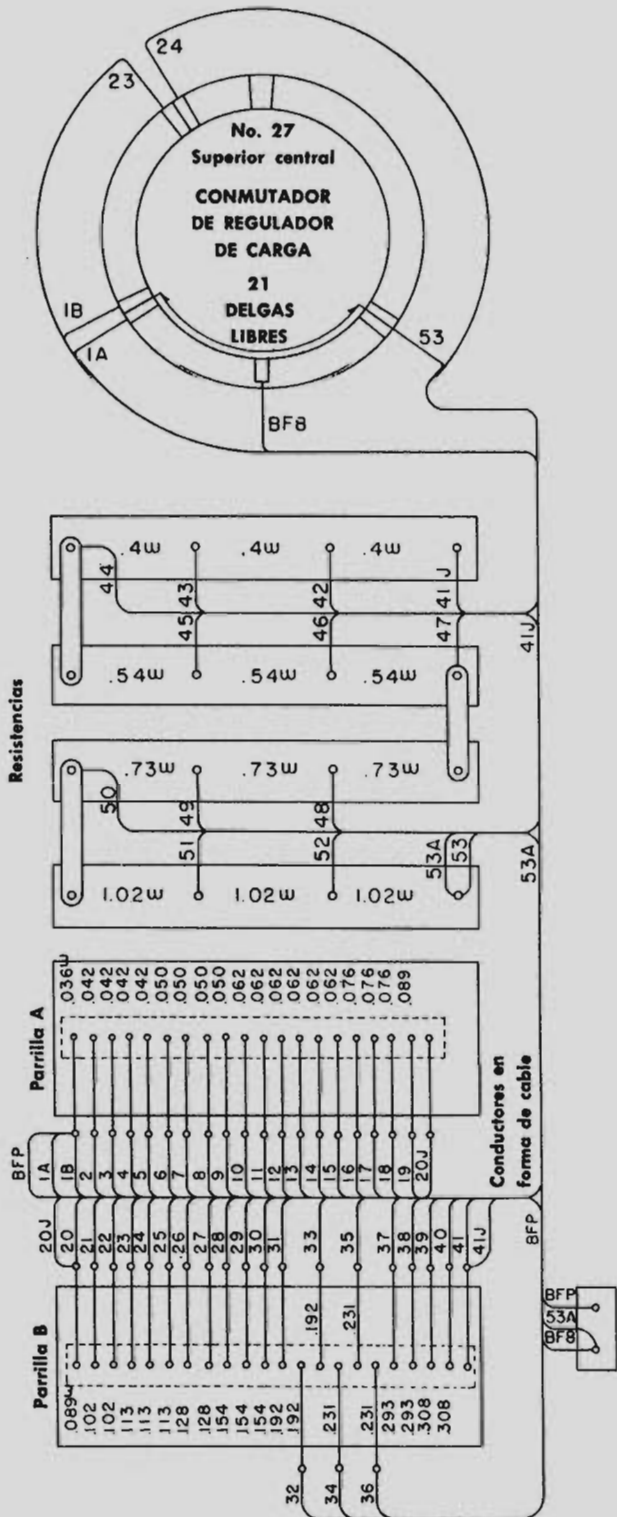

Fig. 11 - Puentes en regulador de carga para la prueba con locomotora inmóvil
18. Ajustando el puente para prueba instalado en las resistencias del regulador de carga como se indica en el Paso 12 Fig. 11, el voltaje del motor-generador y la posición del acelerador efectúense las siguientes pruebas de funcionamiento y ajustes de los relevadores FSR y PTR.